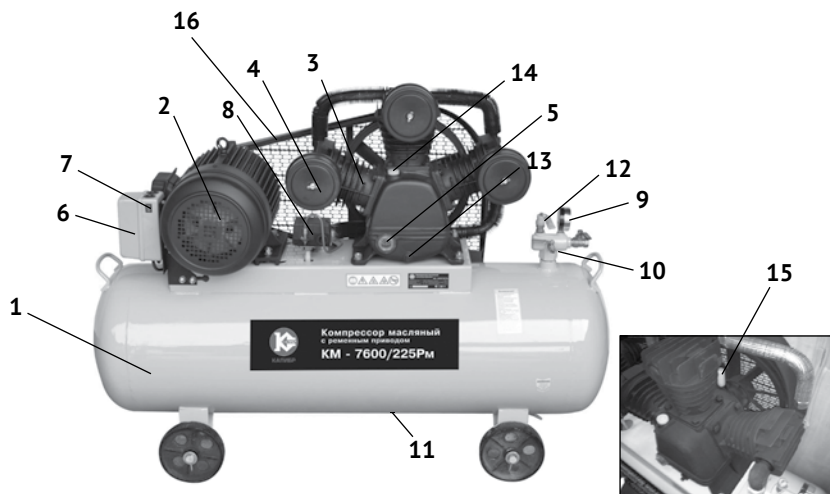

рис.1
1.5 Картер компрессорной группы, магнитный пускатель и двигатель закреплены на металлическом корпусе ресивера (рис.1 поз.1). Вращение с якоря двигателя шкивами и двумя клиновыми ремнями передаётся на коленчатый вал компрессорной группы. Вращение коленчатого вала преобразуется кривошипно-шатунным механизмом в возвратно-поступательное движение поршней. Три цилиндра с трёхлучевым расположением, смонтированы на одном картере. Воздух, через воздушные фильтры (по фильтру на цилиндр) подаётся во впускные клапаны цилиндров. Сжатый воздух из выпускных клапанов цилиндров подаётся в ресивер. При подключении к выходным штуцерам (рис.1 поз.10) коллектора пневмоинструмента, сжатый воздух подаётся к инструменту. Выходное давление в штуцерах (рис.1 поз.10) контролируется манометром (рис.1 поз.9).
Включение компрессора в работу осуществляется клавишей (рис.1 поз.7) магнитного пускателя. Она имеет два фиксированных положения «Вкл.» и «Выкл.».
- приводные ремни компрессора, при работе, обязательно должны быть закрыты защитной решёткой (рис.1 поз.16);
- отключайте компрессор от электросети на время перерыва клавишей (рис.1 поз.7) магнитного пускателя, по окончании работы, при переносе с одного рабочего места на другое, а также при перерыве подачи напряжения;
3.5 Перед запуском компрессора проверьте уровень масла в картере, он должен соответствовать среднему значению, между максимальным и минимальным уровнем в контрольном окне уровня масла (рис.1 поз.5).
- разместить под сливным отверстием (рис.1 поз.13) подходящую ёмкость;
- открутить пробку заливного отверстия (рис.1 поз.14);
Подключение компрессора к электросети 380 В производится с помощью магнитного пускателя (рис.1 поз.6 и рис.2). Подключение должно проводиться в строгом соответствии с «Правилами технической эксплуатации электроустановок потребителей» и «Правилами техники безопасности при эксплуатации электроустановок потребителей».
Включение/отключение компрессора в работу осуществляется клавишей (рис.1 поз.7) магнитного пускателя. Она имеет два фиксированных положения «Вкл.» и «Выкл.».
После запуска компрессора включить реле давления (рис.1 поз.8) – перевести выключатель в положение «нажато».
Для обеспечения хорошей работы компрессора при первом запуске рекомендуется оставить компрессор работающим в течение 5 - 8 минут с полностью открытым выходным штуцером (рис.1 поз.10), после чего откройте вентиль слива конденсата (рис.1 поз.11), находящийся снизу ресивера и слейте конденсат. После первых 5-ти часов работы компрессора проверьте крепление винтов головки цилиндров и защитного кожуха ремней (рис.1 поз.16).
Компрессор имеет два выходных штуцера (рис.1 поз.10) с кранами для подключения пневмоинструмента. Основной штуцер с внутренним диаметром 1/2” и вспомогательный 1/4”, для присоединения гибких трубопроводов хомутом. Давление контролируется манометром (рис.1 поз.9).
Так же компрессор оснащён предохранительным клапаном (рис.1 поз.12) для ограничения максимального давления в ресивере.
4.3 По окончании работы полностью сбросьте давление, открыв выходной штуцер (рис.1 поз.10).
- снять защитную решётку (рис.1 поз.16);